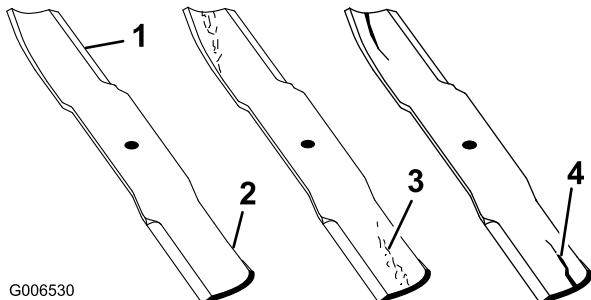

Figura 38
1. Inspeccione los filos de corte (Figura 38). Si los bordes no están afilados o tienen mellas, retire las cuchillas y afírelas; consulte Cómo afilar las cuchillas.
2. Inspeccione las cuchillas, especialmente la parte curva (Figura 38). Si observa daños, desgaste o la formación de una ranura en esta zona (elemento 3 en la Figura 38), instale inmediatamente una cuchilla nueva.